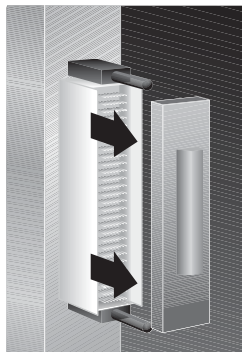

Рисунок 1. Снятие крышки контактов.
1. Снимите крышку с контактов разъема сзади модуля pass-through так, как показано на Рисунок 1, Снятие крышки контактов.